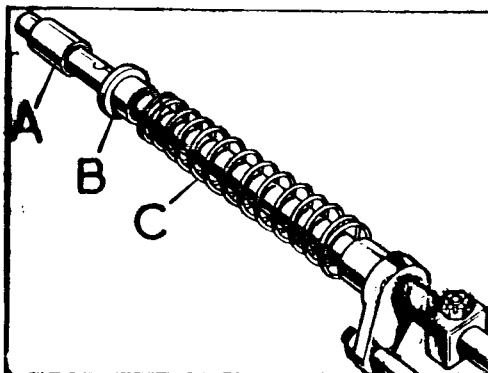

Fig. C-61 Barra corredera de la reductora
- 3.2.5. Instalar el muelle, C (Fig. C-61), casquillo, B, y manguito separador, A, sobre la barra corredera.